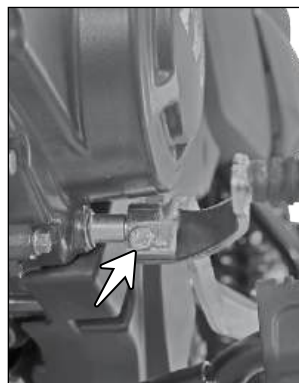

Fig. 3.35A
- Remova o parafuso M6x20 (seta) de fixação da alavanca do seletor de marchas e em seguida, remova a alavanca cuidadosamente. (Fig. 3.35A)